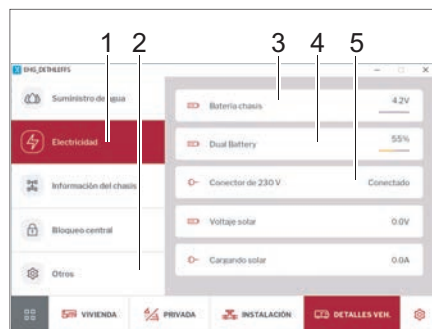

Fig. 265 Electricidad y temperatura interior
- Tocar en la opción *Electricidad* (Fig. 265,1). Se muestra el voltaje de la batería del vehículo (Fig. 265,3), el estado de carga de la batería de motor en % o la tensión de carga de la batería AGM en voltios (Fig. 265,4) y el estado de la alimentación de 230 V (Fig. 265,5).
- Tocar en la opción *Otros* (Fig. 265,2). Se muestra la temperatura interior.